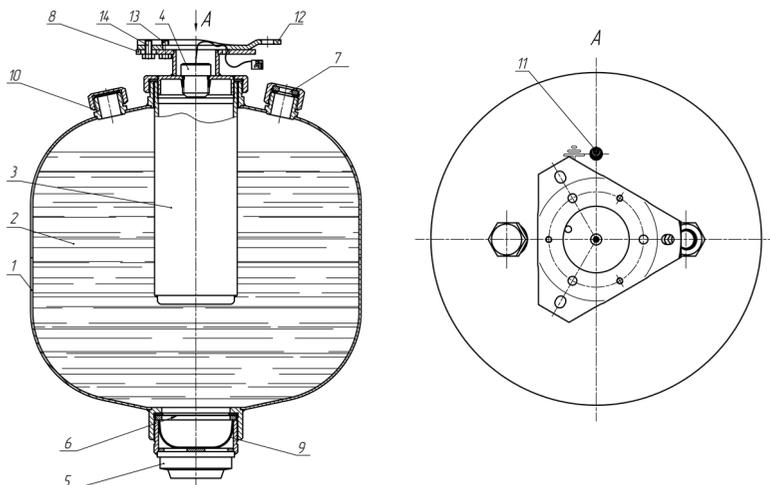

Рис.6. Устройство модуля пожаротушения тонкораспылённой водой «Буран-15ТРВ».
4.1. Модуль (рис. 6) представляет собой герметичную конструкцию, состоящую из стального корпуса 1, заполненного огнетушащим составом 2, генератора газа 3, электровоспламенителя 4, распылителя 5, разрывной мембраны 6, предохранительной мембраны 7, держателя 8. Разрывная мембрана плотно прижата к корпусу распылителем, либо выводом под трубную разводку установлен сетчатый фильтр 9. На верхней части корпуса имеется заливная горловина 10, болт заземления 11. Модификации потолочного крепления в верхней части имеют кронштейн 12 с болтами крепления 13 для монтажа на защищаемом объекте. Болт 14 служит для фиксации кронштейна и держателя модуля. В модификации модулей с выходом под трубную разводку распылители (ТРВ-4, ТРВ-6) монтируются на конце направляющего трубопровода, либо через «Устройство направленной подачи ОТВ» (Рис.7).
Соединить держатель модуля 8 (рис. 6) с кронштейном 12 так, чтобы головки болтов 13 вошли в широкие части пазов держателя модуля. После этого повернуть модуль вокруг оси до упора, болты при этом заходят в узкие части пазов и удерживают модуль в подвешенном состоянии. Зафиксировать от поворота модуль относительно кронштейна болтом 14. Затянуть болты 13.